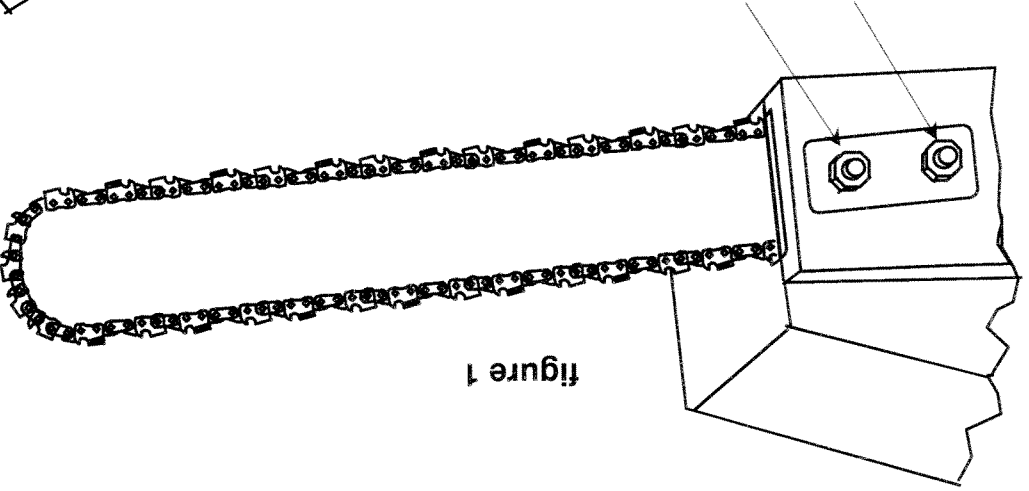

figure 1
Voir Figure 1.
- **desserrer** légèrement le ou les écrous de maintien (figure 1)